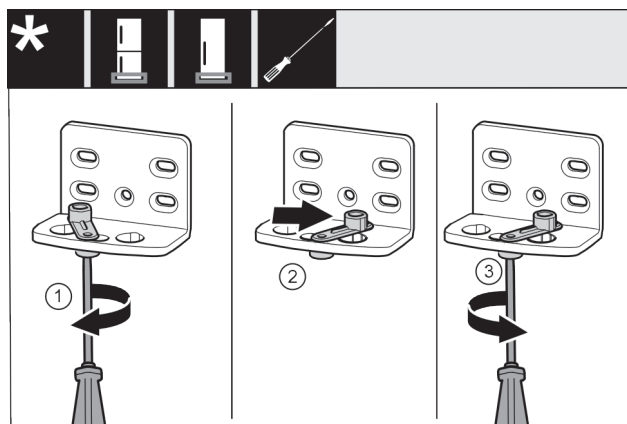

Fig. 19 *
- Šroubovákem volně přišroubujte šroub Fig. 19 (1).*
- Zvedněte pomůcku zavírání dveří Fig. 19 (2) a v otvoru ji otočte o 90° doprava.*
- Šroubovákem šroub Fig. 19 (3) pevně utáhněte.*